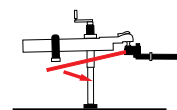

Figura 34
5. Con la tensión de los brazos de resorte, retire los pasadores en L a presión y deslice los brazos de resorte fuera del soporte en L. (Figura 34)